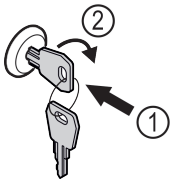

Fig. 122
- ▶ Trykk inn nøkkelen. Fig. 122 (1)
- ▶ Vri nøkkelen 90° med klokka. Fig. 122 (2)